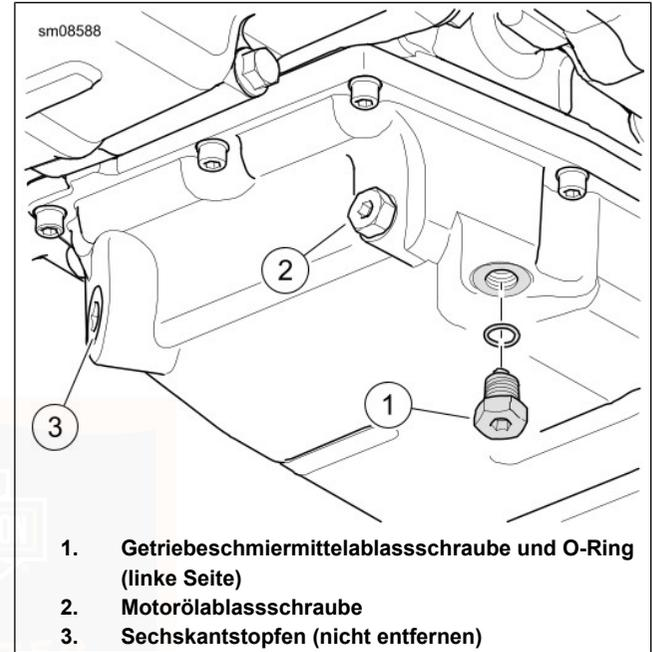

Abbildung 96. Getriebschmiermittelablass
2. Siehe Abbildung 96. Die Getriebeschmiermittel-Ablassschraube entfernen. Getriebe entleeren.